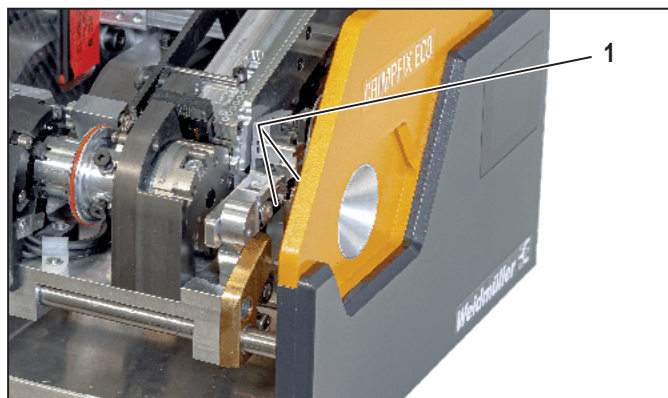

Рисунок 7.3 Узел снятия изоляции
- ▶ Очистить нож для снятия изоляции с помощью кисточки и мягкой ткани, см. Рисунок 7.3, 1.